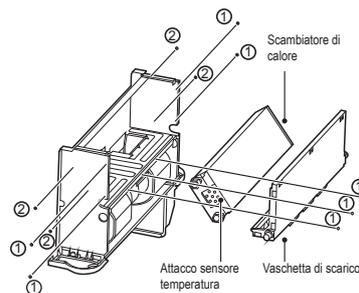

Figura 4-8 Rimozione della vaschetta di scarico e dello scambiatore di calore
- g) Come mostrato in Figura 4-8, rimuovere le viti ① \*7 per estrarre la vaschetta di scarico. Dopodiché, rimuovere le viti ② \*4 per estrarre lo scambiatore di calore.